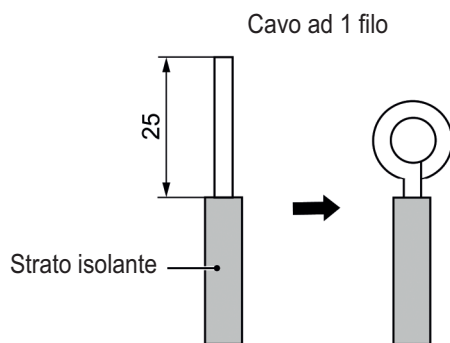

Fig. 5.1.1
(1) Collegamento di un unico filo (come mostrato in Fig. 5.1.1)